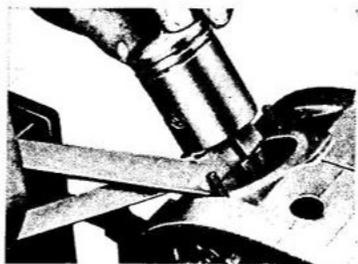

Abb. 55 Pleuel richten VI / 57 / 628
7. Das Auswinkeln des Pleuels erfolgt mit den Richtgabeln, Teile-Nr. 0301-70700-00.1, wie auf Abb. 55 gezeigt.